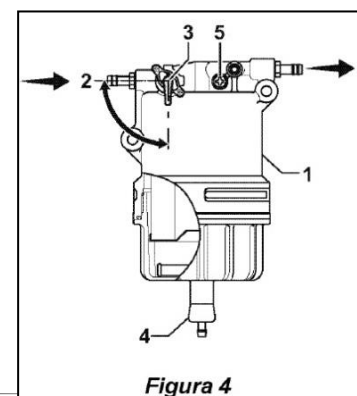

Figura 4
2. Cierre la válvula del combustible (3) (figura 4).
3. Abra la válvula de descarga (4) (figura 4) en la parte inferior del separador. Descargue el agua presente en el interior. Si no sale agua, afloje el tornillo de purga (5) (figura 4) en la parte superior del separador girándolo hacia la izquierda con 2-3 vueltas.
4. Si todavía no sale agua, abra la válvula del combustible (3) (figura 4).